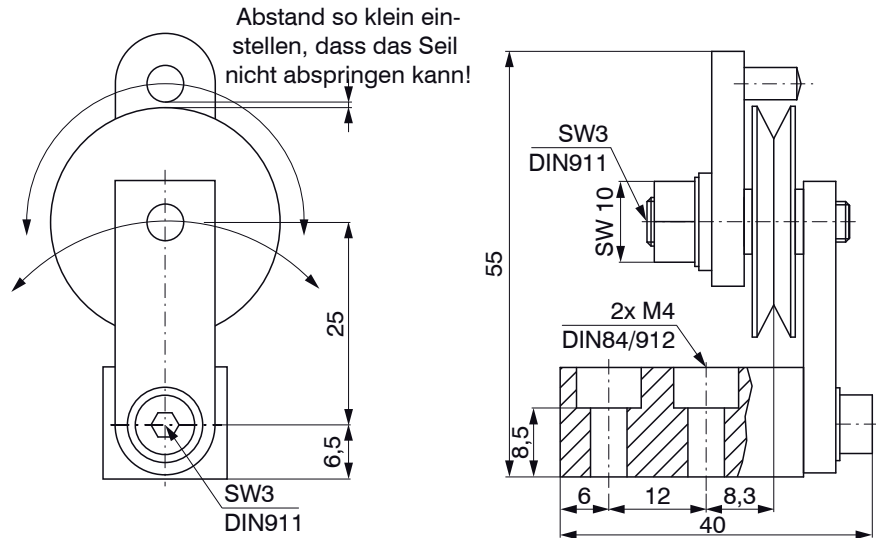

Abb. 8 Umlenkrolle TR1-WDS mit Montagefuß, Abmessungen in mm, nicht maßstabsgetreu
- TR1-WDS Seilumlenkrolle mit Montagefuß, siehe Abb. 8